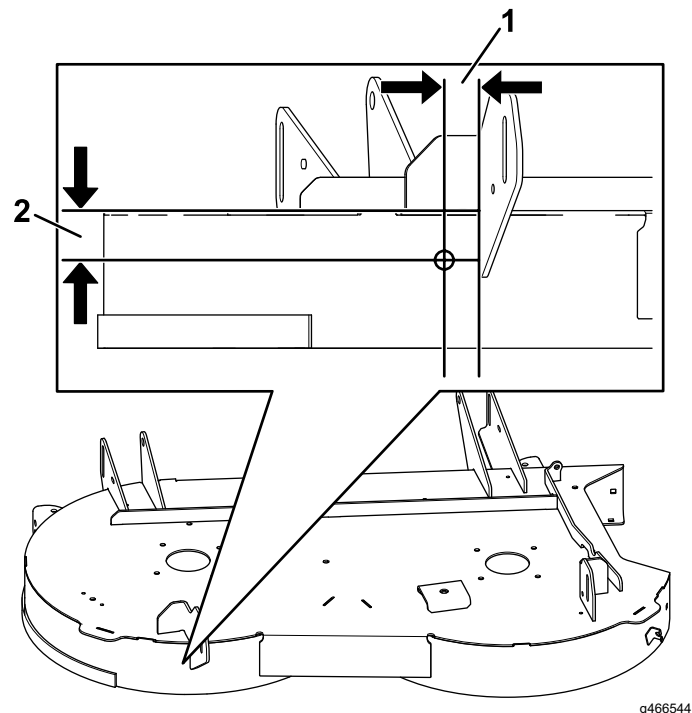

Figure 3
2. Percez un trou à l'emplacement repéré à l'aide d'un foret (9/32 po) comme montré à la Figure 3.